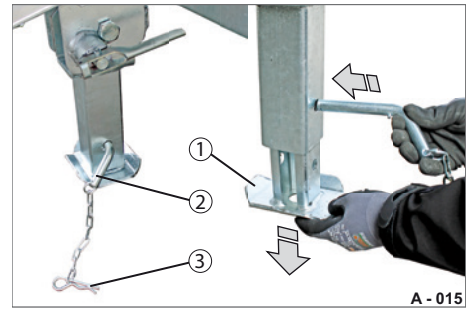

Abb. 5 Stellfuß verstellen
- ▶ Ziehen Sie den Federstecker (Abb. 5/3) aus dem Steckbolzen (Abb. 5/2) heraus.
- ▶ Setzen Sie den Stellfuß (Abb. 5/1) auf einen festen Untergrund ab bzw. verstellen Sie den Stellfuß soweit nach unten bis dieser noch in weiterer Bohrung arretiert werden kann.
- ▶ Stellen Sie den Stellfuß (Abb. 5/1) hoch und sichern Sie diesen mit dem Steckbolzen (Abb. 5/2) und Federstecker (Abb. 5/3).